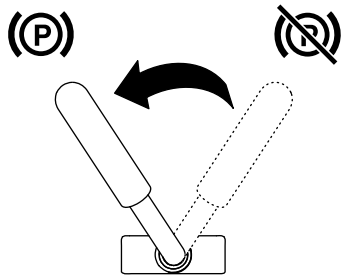

Figure 15
- Pour serrer le frein de stationnement, tournez le levier vers la gauche (Figure 15).